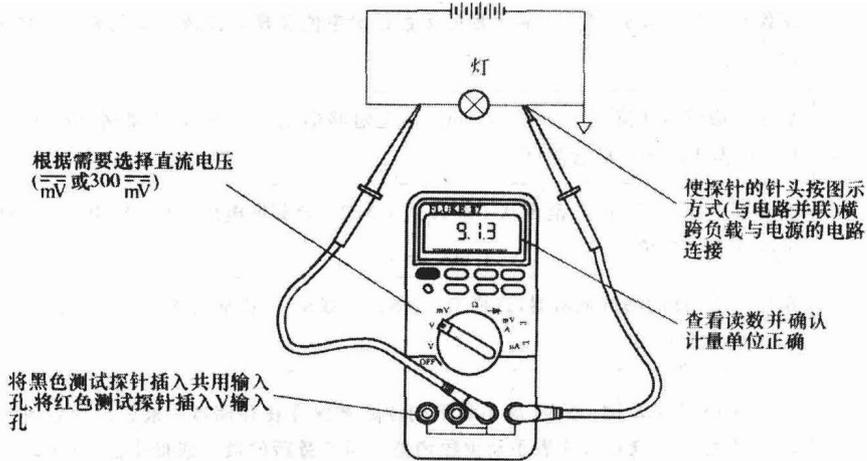

图 1-8 数字式万用表测试电压
(3)用数字式万用表测电压 对电路的检测往往都是从检测电源电压是否正常开始的。如果检测结果为无电压、电压过高或过低,应首先使电压正常再去做进一步检测。如图 1-8 所示为测试电压时数字式万用表在串联电路中的连接。